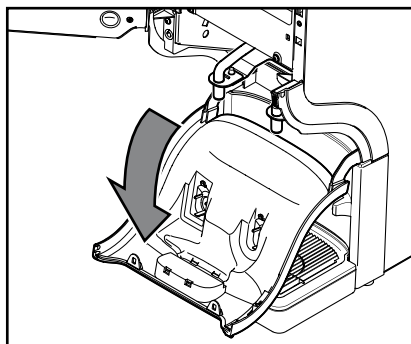

Fig. 43
- c. Abbassare la copertura di scolo verso il basso (fig. 43).